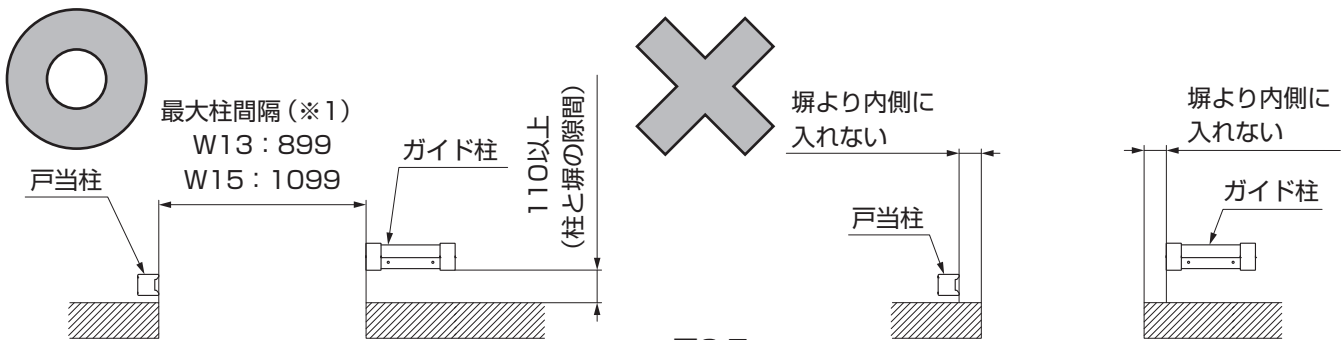
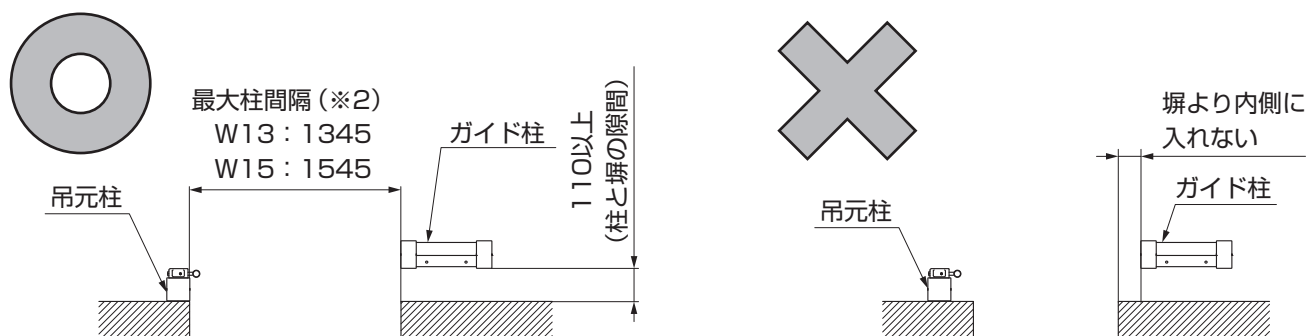

図3-7
図3-9
- ガイド柱は扉端部より内側に施工しないでください。扉端部より内側に施工すると、引戸本体のハンドルが扉にあたって破損したり、開閉時にケガをするおそれがあります。(図3-7、図3-9参照)
- 片引きの場合、戸当柱は扉端部より内側に施工しないでください。扉端部より内側に施工すると、引戸本体のハンドルが扉にあたって破損したり、開閉時にケガをするおそれがあります。(図3-7参照)
- 扉の裏側に設置する場合は、ガイド柱を扉より110mm以上離して扉と平行に設置してください。引戸本体を取付けることができなくなる場合があります。(図3-7、図3-9参照)